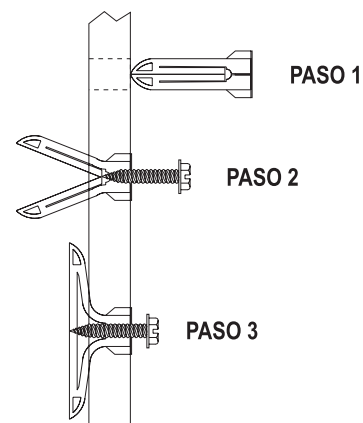

Figura 2
3. Después de localizar los agujeros de ensamblaje, perforo (2) agujeros de 5/16" de diámetro en la pared. Inserte los (2) escudetes de expansión plástica. Inserte los (2) tornillos de 10 x 1-1/2" (suministrados en el juego de ferretería del Ventilador) en los (2) escudetes de expansión plástica. No apriete totalmente la cabeza de los tornillos a los escudetes de expansión plástica, deje un espacio de 7/16" entre la cabeza de los tornillos y los escudetes de expansión plástica. Referirse a la Figura 2.
4. En la parte superior de la carcasa exterior remueva (1) tornillo del agujero del espacio libre que une la carcasa exterior al ensamblaje del cabezera. También remueva los (2) tornillos que fijan la parte inferior de la carcasa exterior a la carcasa interior.
6. Remueva los (4) tornillos de 8 x 3/8" que fijan la parte frontal del ventilador a la envoltura del ventilador.
7. Después de localizar los agujeros de ensamblaje, perforo (2) agujeros de 5/16" de diámetro en la pared. Inserte los (2) escudetes de expansión plástica. Inserte los (2) tornillos de 10 x 1-1/2" (suministrados en el juego de ferretería del Ventilador) en los (2) escudetes de expansión plástica. No apriete totalmente la cabeza de los tornillos a los escudetes de expansión plástica, deje un espacio de 7/16" entre la cabeza de los tornillos y los escudetes de expansión plástica. Referirse a la Figura 2.